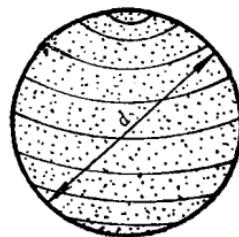

图 10
10. 球罐体构件（如图 10 所示）。已知外径尺寸 $d = 2500\text{mm}$, $t = 20\text{mm}$, 求作球罐体分带展开图。